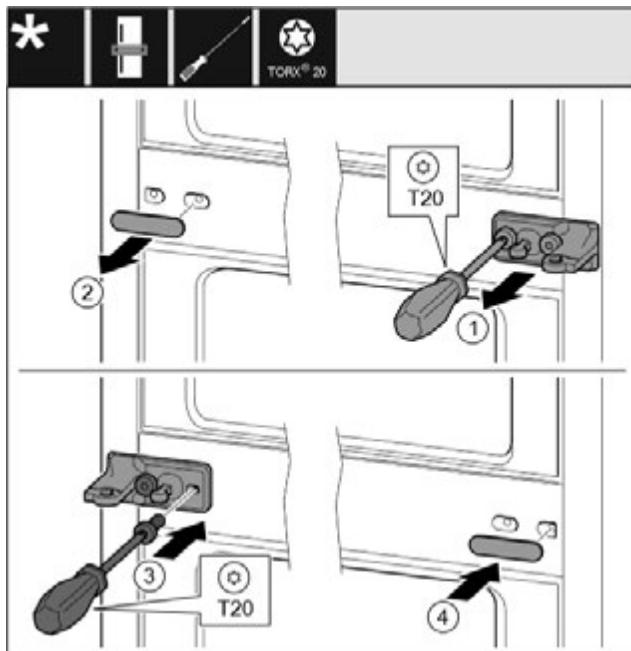

Fig. 26
- Зніміть перстину. Fig. 26 (1)
- Викрутіть гвинти за допомогою викрутки T20. Fig. 26 (2)
- Обережно зніміть кришку. Fig. 26 (3)
- Опорний кронштейн із плівкою, повернути на 180°, закріпіть гвинтами з іншого боку. Fig. 26 (4)
- Кришку, яка повернута на 180°, розмістіть з іншого боку. Fig. 26 (5)
- Встановіть перстину спереду. Fig. 26 (6)